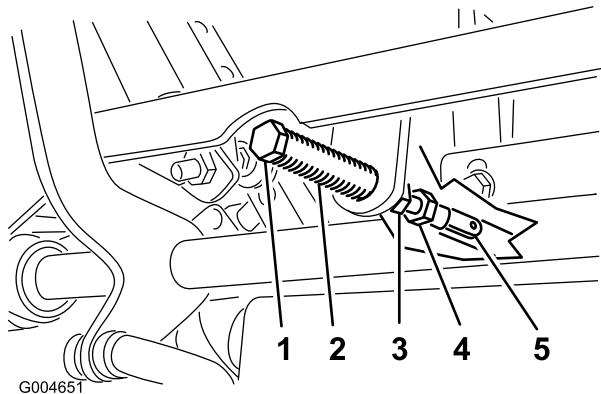

Figure 56
5. Tirez-le ensuite en arrière jusqu'à ce que l'axe de chape (situé sur un bras au-dessus de l'axe de pivot) touche l'extrémité de l'encoche (c.-à-d. commence juste à appuyer sur le ressort), comme montré à la Figure 56.
7. Si un réglage s'impose, desserrez l'écrou et l'écrou de blocage vissés contre la chape (Figure 56).